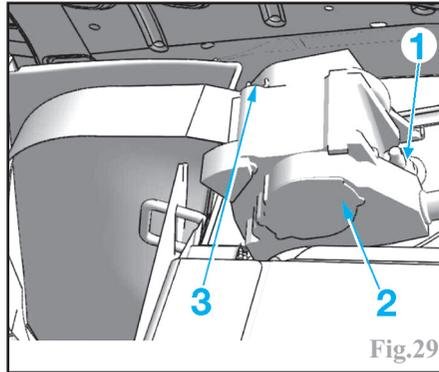

Fig.29
Débrancher la connexion de la ceinture pyrotechnique (3) (Fig.29)